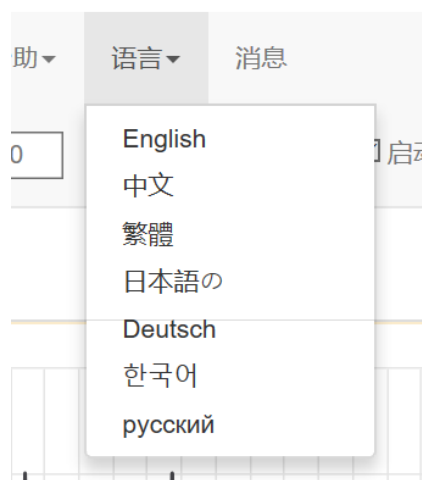

图 9
4.3 在菜单栏的"Language"或"语言"菜单项中选择合适的显示语言，如图 9。